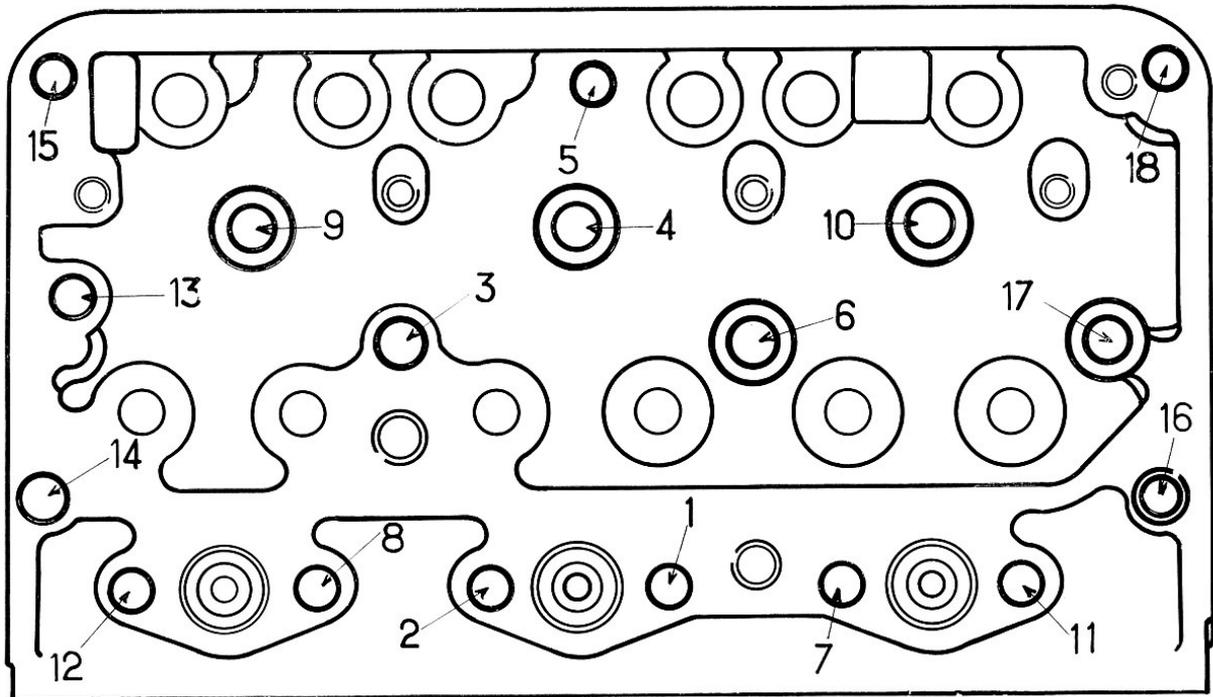

Fig. 1
- 7° Déposer la rampe de culbuteurs en libérant la tuyauterie de graissage et en desserrant progressivement les écrous (2).
- 9° Desserrer les écrous de fixation de culasse dans l'ordre inverse indiqué à la figure 1, au moyen de la clé MUTU ou d'une clé à douille.
(Fig 1 et 12) doit être monté étanche